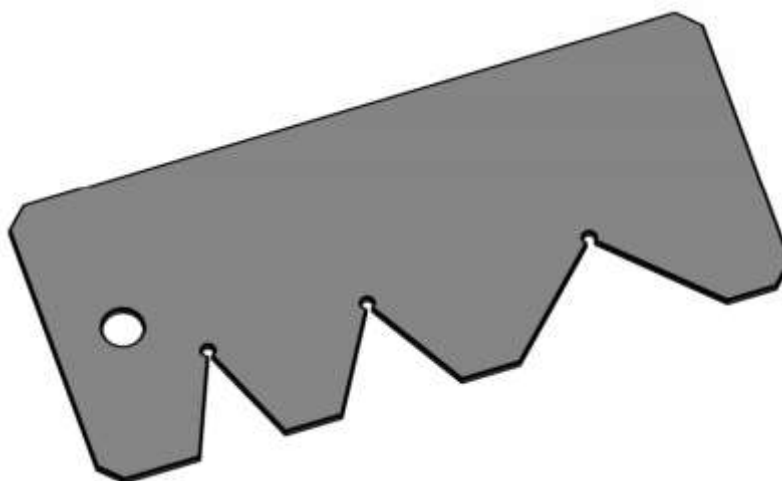
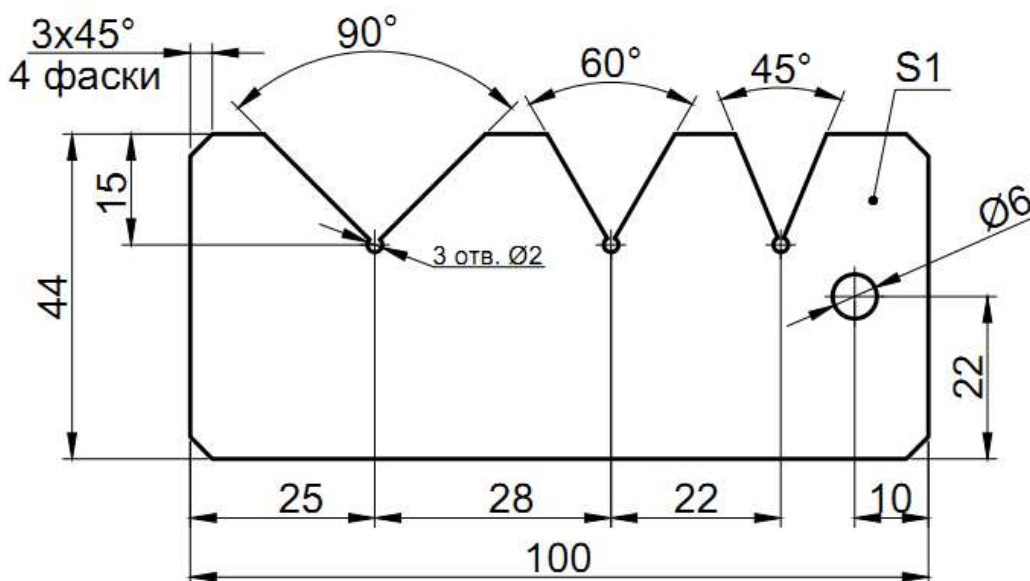

Рис. 1
Рис. 2
1. По данному образцу (Рис. 1) и эскизу (Рис. 2) изготовить угломер.